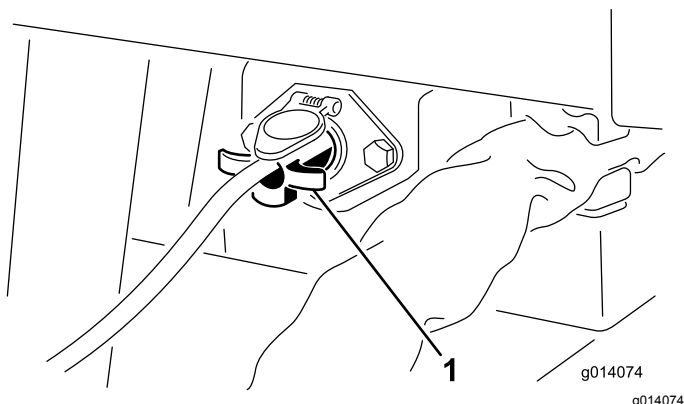

Рисунок 9
4. На моделях SH вставьте подвесной двухпозиционный выключатель (разъем с 4 штырьками) в розетку в переднем левом углу машины (Рисунок 9).